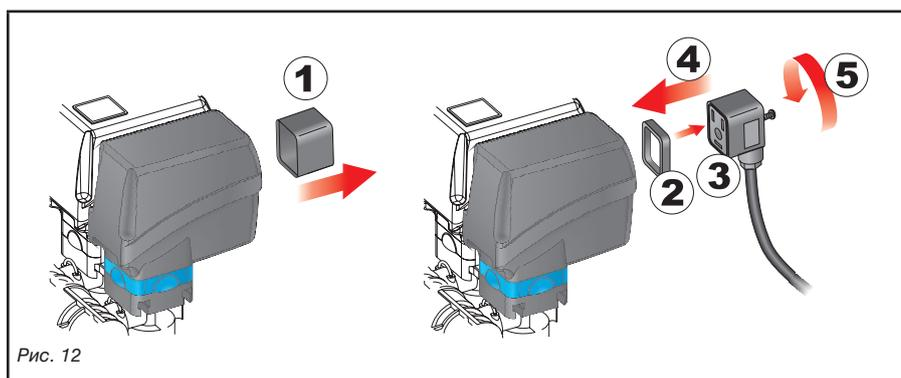

Рис. 12
- До начала соединения необходимо надеть на все разъемы соединения с клапанами уплотнительную прокладку (Рис. 12).
- Снимите защитный колпак (1, Рис. 12) с электрического клапана.
- Разместите прокладку (2) на разьеме (3) и подсоедините разъем, надавливая на него до упора (4): **будьте осторожны при соединении, чтобы электрические контакты клапана не погнулись.**
- Закрутите винты (5) до упора.